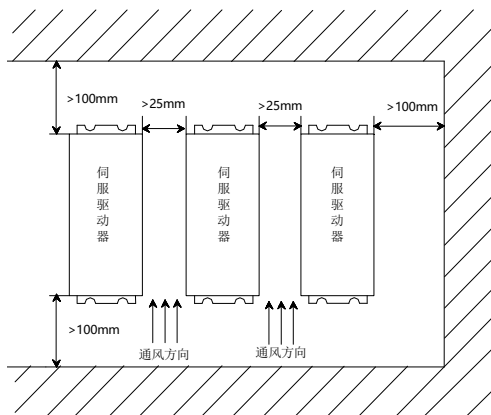

图 1.1 伺服驱动器安装图
- 安装间隔伺服驱动器之间以及与其它设备的安装间隔距离，请参考图 1.1，注意图上标明的是最小尺寸，为了保证驱动器的使用性能和寿命，请尽可能地留有充分的安装间隔。